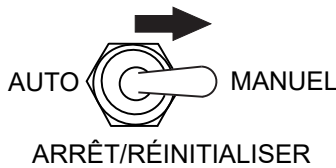

Figure 45. Interrupteur de démarrage/arrêt automatique (position manuelle)
2. Pour démarrer le moteur, placez l'**interrupteur de démarrage/arrêt automatique** en position **MANUEL** (Figure 45).